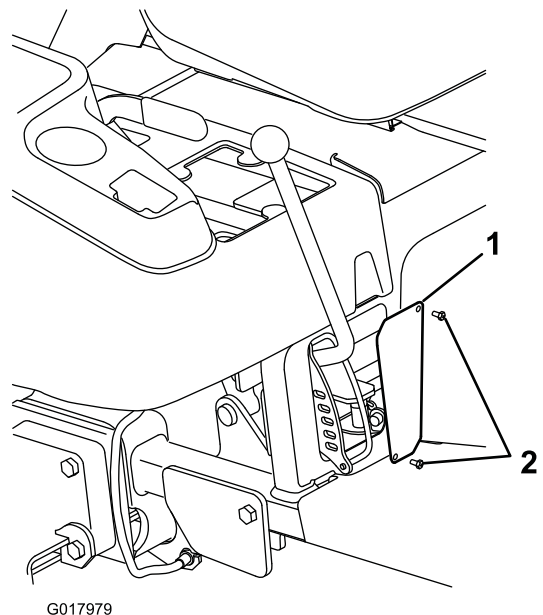

図 9
1. 新しいスクリーンパネルを、フレームの開口部の裏側に取り付けるHWH ねじ#10 x $\frac{1}{2}$ "2本を使用する**図 9**。